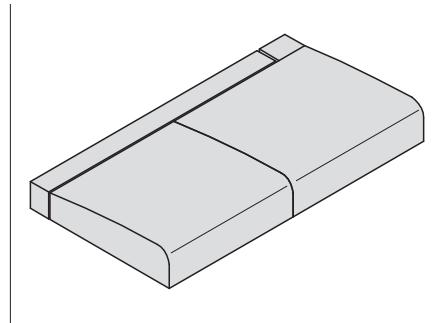
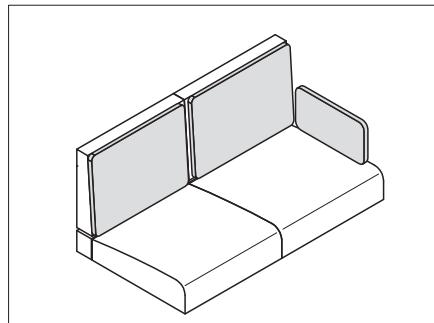

Fig. 217 Posicionar los apoyos del asiento
Fig. 219 Cojines para los apoyos del respaldo
- Colocar el cojín del asiento, el cojín del respaldo y los cojines adicionales como se muestra en Fig. 217 hasta Fig. 219.